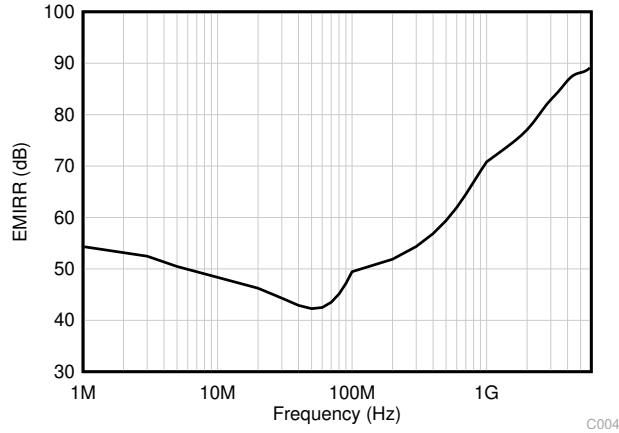

图 7-3. EMIRR 测试
OPAx990 采样集成电磁干扰 (EMI) 滤波来降低无线通信设备、混合使用模拟信号链和数字元件的高密度电路板等干扰源产生的 EMI 效应。利用电路设计技术可以提高 EMI 抗扰度；OPAx990 从这些设计改进中受益。德州仪器 (TI) 已经开发出在 10MHz 至 6GHz 宽频谱范围内准确测量和量化运算放大器抗扰度的功能。图 7-3 展示了对 OPAx990 执行此测试的结果。表 7-1 展示了在实际应用中 OPAx990 在常见特定频率下的 EMIRR IN+ 值。运算放大器的 EMI 抑制比应用报告包含了与运算放大器相关的 EMIRR 性能主题，该报告可在 www.ti.com 上下载。